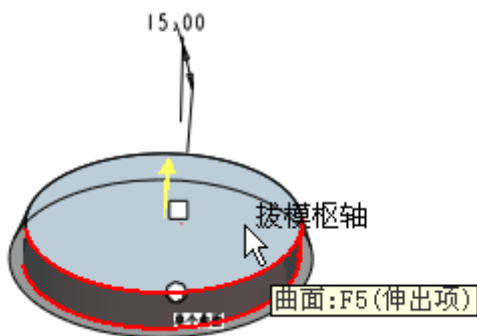

图 50-6
(1) 单击特征工具栏中的 ，打开拔模特征操控板。
(2) 选择模型的上端面为拔模枢轴，如图 50-6 所示。